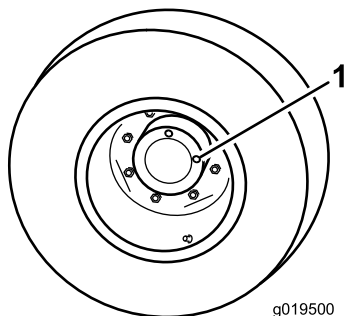

Figura 88
1. Com a máquina numa superfície nivelada, posicione a roda de forma a que 1 tampão de verificação (Figura 88) fique na posição das 12 horas e o outro na das 3 horas.
2. Retire o tampão da posição das 3 horas (Figura 88).